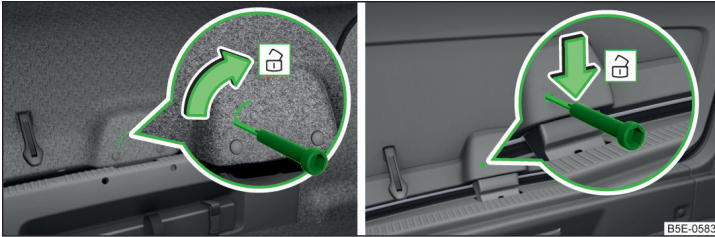

Abb. 344 Klappe entriegeln: Variante 1 / Variante 2
- ▶ In die Ausparung bzw. Öffnung in der Klappenverkleidung » Abb. 344 einen Schraubendreher oder ein ähnliches Werkzeug bis zum Anschlag einführen.